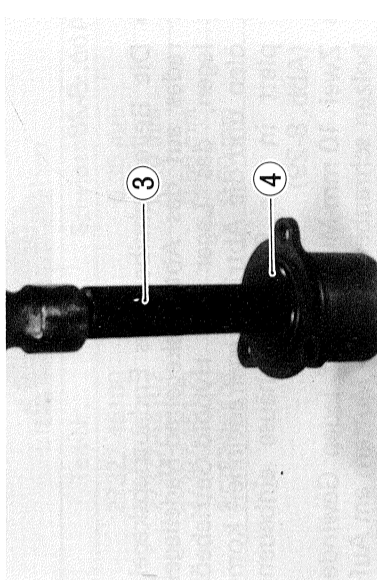

Abb. 8-23
- Wenn die Lagervorlast korrekt ist, Mutter, Zwischenlagscheibe und Verbindungsstück entfernen, und das Endtriebskegelrad aus dem Gehäuse herausnehmen. Mit Hilfe der Spezialwerkzeuge ③ und ④ einen neuen Simmerring in das Gehäuse einsetzen. (Abb. 8-23)
③	Lager- und Simmerring-treibdorn	09924-74510
④	Endtriebskegelradgehäuse-simmerring-Eintreiber	09924-74560